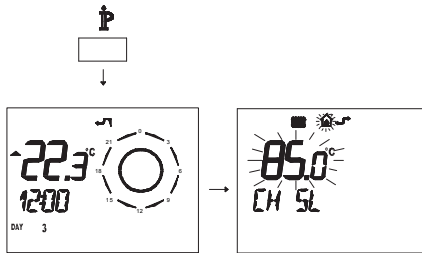

Fig. 5.55
- Premere per più di 3 secondi il pulsante \bar{P} para per entrare in modalità **INFO** (Fig. 5.55).